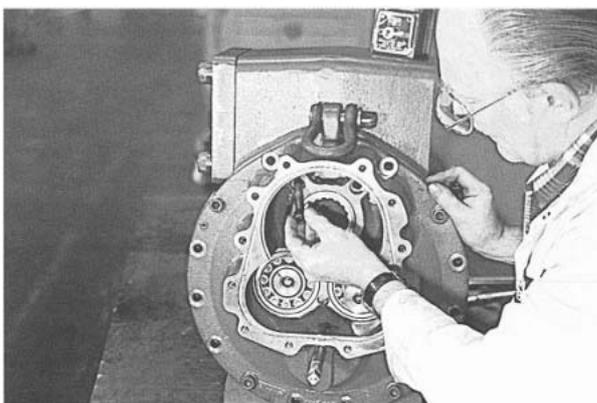

Рис. 122
16. Установите два внутренних шлицевых крепежных винта М12 и затяните до 95 Нм. (Рис. 122)